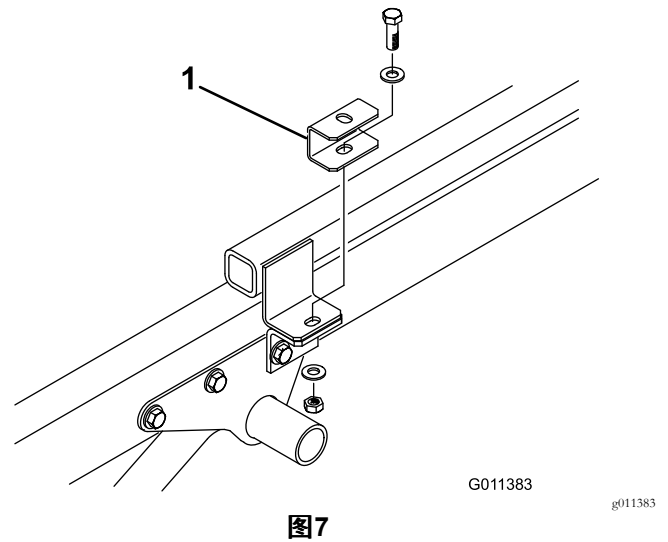

图7
4. 用之前卸下的平头螺丝、2个扁平垫圈和锁紧螺母将垫片安装架固定到各个挂钩架凸耳的顶部图7。
5. 将铺沙机放在工作车机架上后将安装支架中的孔与机架各侧中的孔对准图7。